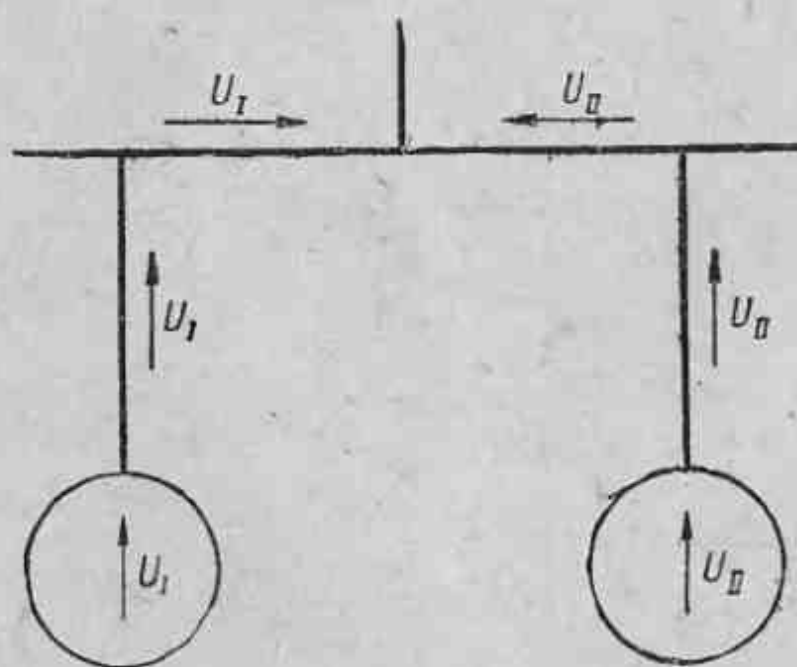

Рис. 165. Положение векторов напряжений при включении синхронных генераторов на параллельную работу.
2) векторы напряжений подключаемого и работающего генераторов сдвинуты по фазе друг относительно друга на 180° ; следует отметить, что напряжения генераторов находятся в фазе, а на шинах электростанции — в противофазе (рис. 165);